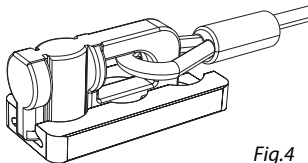

Fig.4
- È possibile sospendere le TOURING tramite appositi ganci per mezzo del sistema di aggancio rapido "fly track" (fig.4)
- It is possible to suspend the TOURING series cabinets through appropriate hook by means of the quick hook system "fly track" (fig.4)